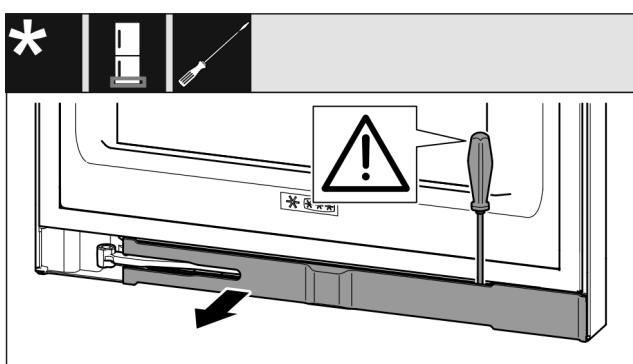

Fig. 13
- Ravnim odvijačem otkopčajte masku i zakrenite je u stranu Fig. 13 0.